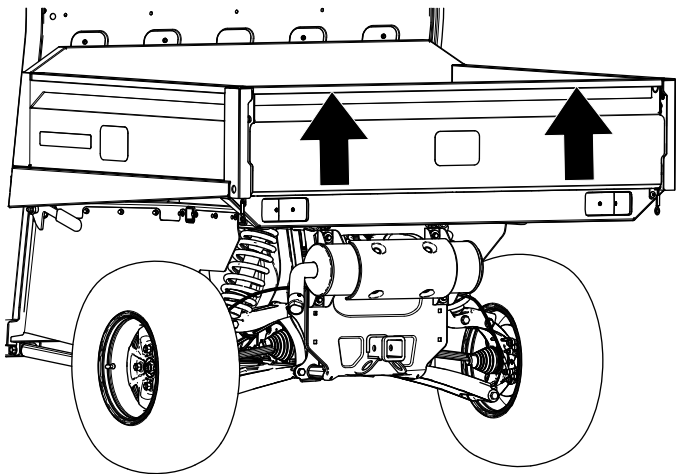

Bild 68
2. Heben Sie die Heckklappe mit beiden Händen an der Leiste oben an der Heckklappe an (Bild 68).